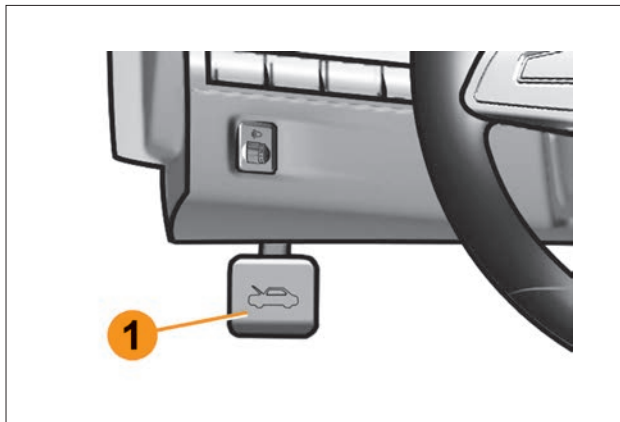

Рис. 6.2.1. Рукоятка разблокировки замка капота
1. Разблокируйте замок капота, потянув на себя рукоятку 1 (рис. 6.2.1).